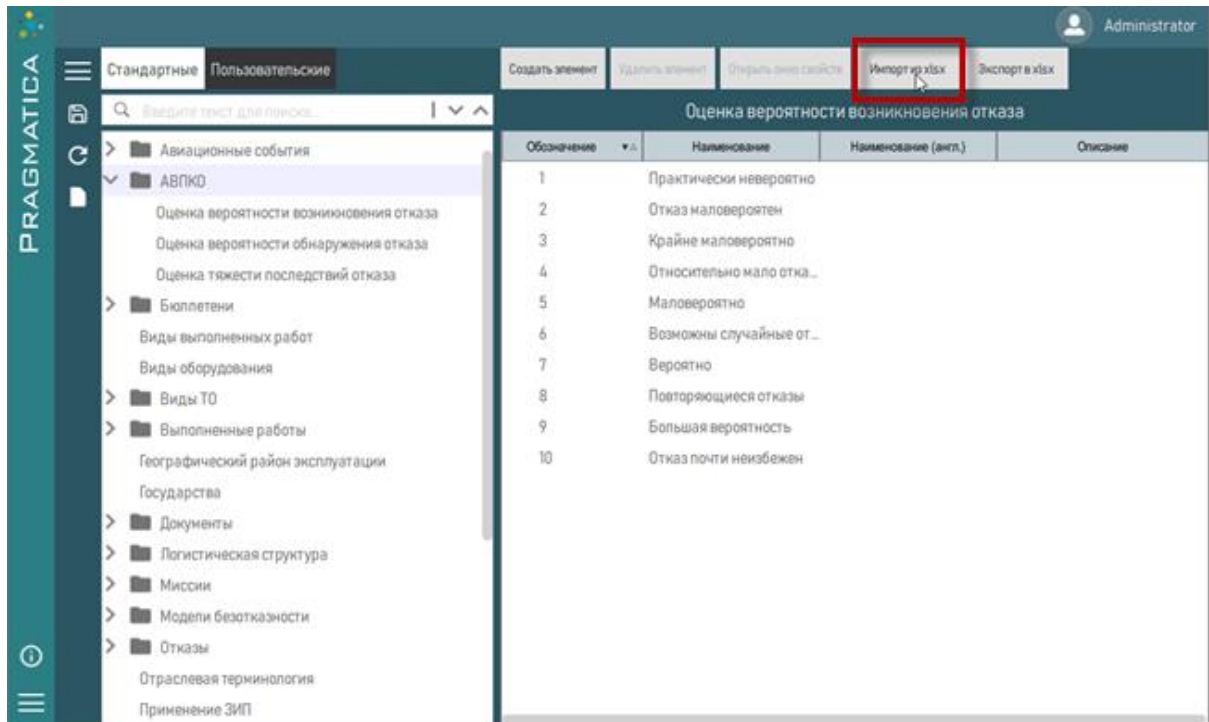

Рисунок 11 – Пример рабочего окна
3) Нажать кнопку «Импорт из xlsx» (рисунок 11).